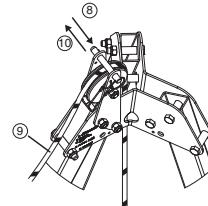

Fig. 10
8. Fjern kuglebolten, der sidder over vendeskiven øverst på TRACPODE™ trefoden (fig.10, 8).
9. Før DEROPE™ apparatets fald omkring vendeskiven (fig.10, 9).
10. Sæt kuglebolten i igen for at forhindre faldet i at springe af vendeskiven (fig. 10, 10).